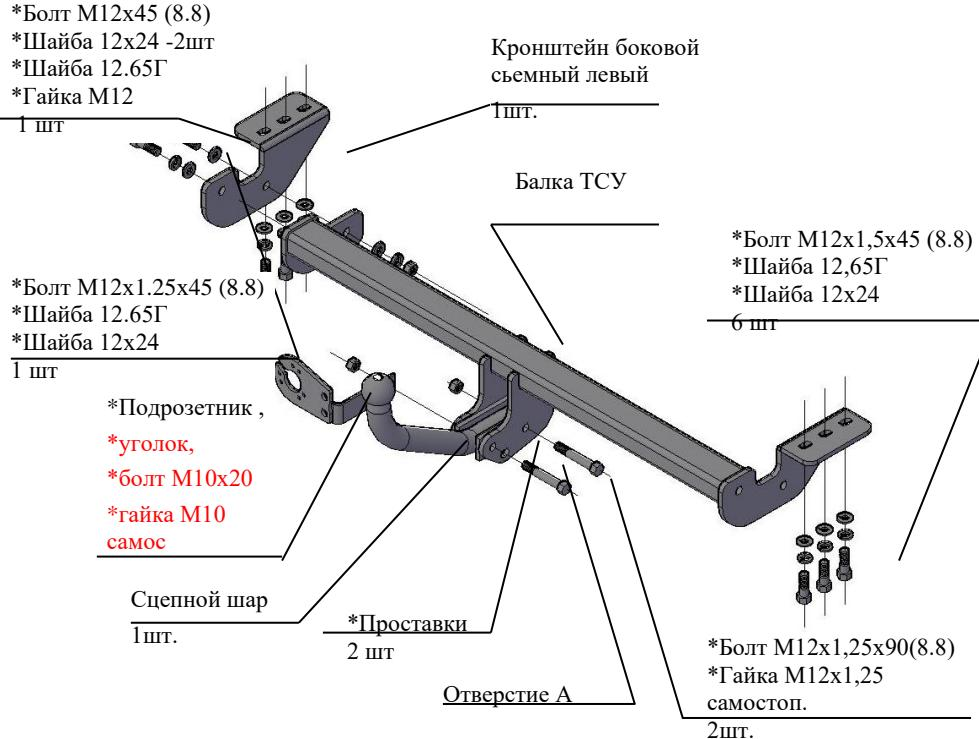

Рис.1 Тягово-сцепное устройство 7520 .
2.1 ТСУ 7520. в сборе (рис.1)	1 шт.
2.2 Пакет с комплектующими (см. рис.1)	1 шт.
4.5 Закрепить сцепной шар и кронштейн крепления розетки к кронштейнам шара болтами M12x1,25x90 и гайками M12x1,25 самостоп, проложив между кронштейнами шара и шаром –проставки (см.рис.1) (**предварительно кронштейн розетки скрепить с уголком болтом M10x20 и гайкой M10 самостоп.**).